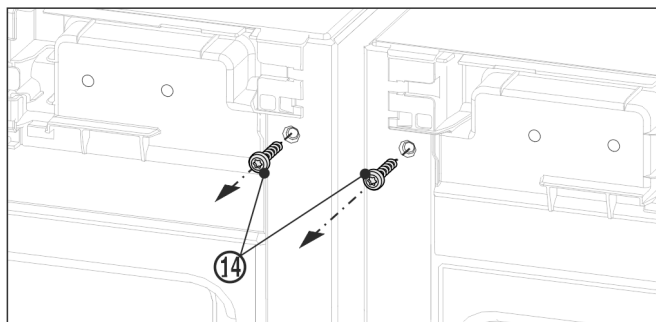

Fig. 12
- ▶ Før den øvre vinkelen monteres, skrus begge jordings-skrueene Fig. 12 (14) ut.